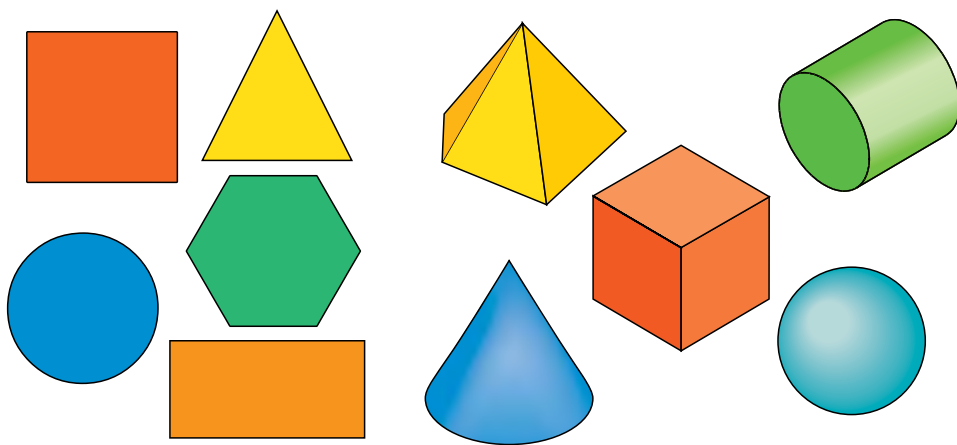

Рис. 76. Плоские геометрические фигуры и геометрические тела
1. Рассмотрите рисунок 76. Назовите сначала плоские геометрические фигуры, а затем геометрические тела.